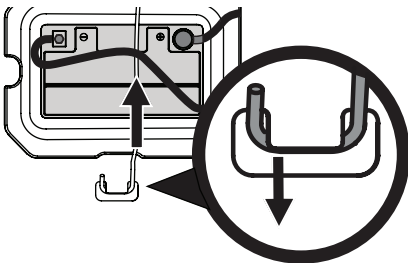

Figura 22
NOTA: El mazo de cables debería colocarse sobre la parte superior de la barra de sujeción de batería. De no ser así, el mazo de cables podría resultar dañado. Consulte la Figura 22 en la página 50.
3. Extraiga la barra de sujeción de la batería empujando el extremo de acoplamiento hacia afuera de la lengüeta de la tapa de protección que está a la derecha de la batería. Luego levante la barra de sujeción de la batería para liberar la batería. Consulte la Figura 22.